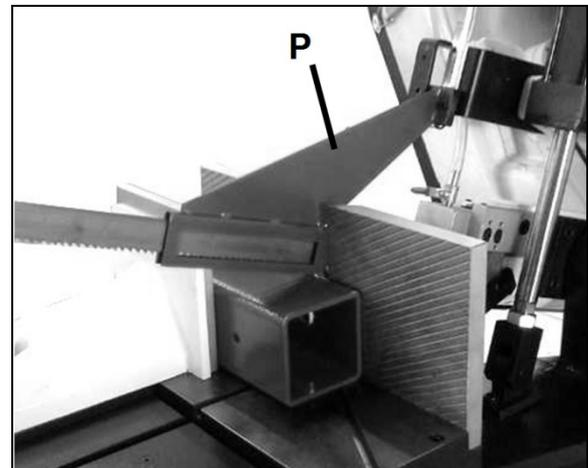
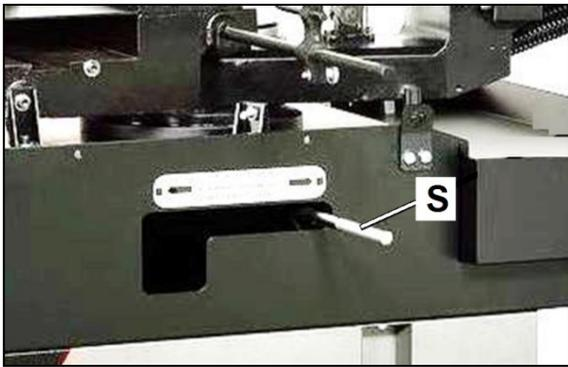

Abb. 7-4: Materialsensor
Abb. 8-1: Einstellungen für Gehrungsschnitte
3. Den Schalter (K) betätigen, um den Sägebügel nach oben zu bewegen.
4. Den Materialsensor (P, Abb. 7-4) ganz nach oben bewegen.
2. Den manuellen Betrieb wählen: **Den Schalter (D) auf "Manual" drehen.**
3. Den Schalter (K) betätigen, um den Sägebügel ganz nach oben zu bewegen. Dann den Materialsensor (P, Abb. 7-4) ganz nach oben bewegen.
4. Zum Öffnen des Spannstocks den Schalter (L) betätigen.
2. Die Taste (E) drücken, um die Hydraulikpumpe zu starten.
3. Den manuellen Betrieb mit dem Schalter (D) wählen.
4. Den Schalter (K) betätigen, um den Sägebügel nach oben zu bewegen.
5. Den Materialsensor (P, Abb. 7-4) ganz nach oben bewegen.
6. Den Hauptnetzschalter (A) ausschalten.
7. Durch Drehen des Feststellhebels (S, Abb. 8-1) nach links wird der Sägebügel gelöst.